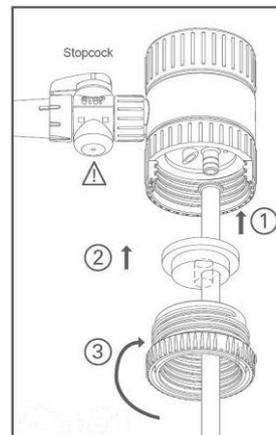

Fig.18 吸引チューブセット取付け
- ① 吸引チューブを本体に差し込みます。(Fig.18 ①)
- ② スペーサーを差し込みます。(Fig.18 ②)
- ③ アダプターをねじ込み、スペーサーを固定します。(Fig.18 ③)